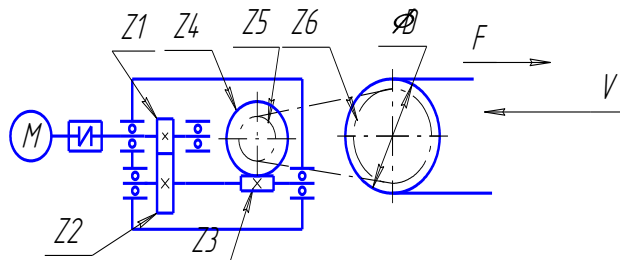

Рис. 9
9. Рассчитать кинематические и динамические параметры электропривода ленточного конвейера (рис. 9).